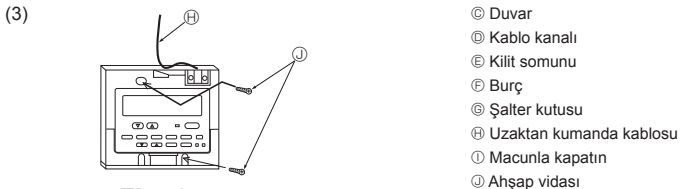

Fig. 6-4
(3) Doğrudan doğruya duvara monte etmek için. (Fig. 6-4)